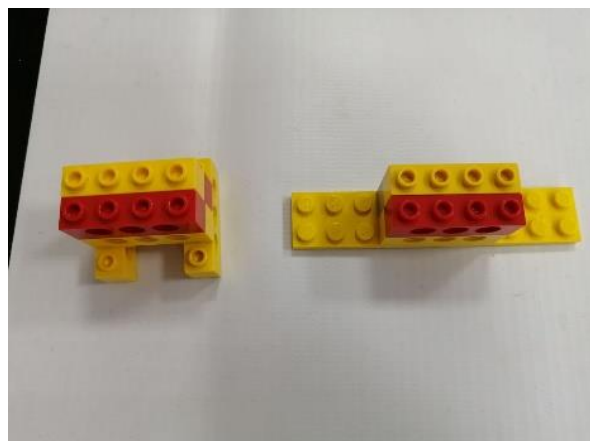

Рисунок 4
2. Пластина 2x10 – 1шт. и балка с шипами 1x4 – 4 шт. (смотрите рис. 4).